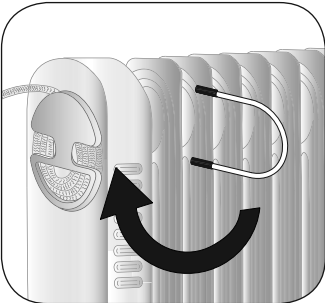

Fig. 3
- 5 Inserire il ferro ad "U" nel radiatore (Fig. 3).